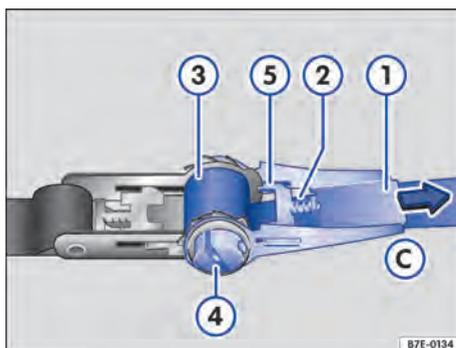

Fig. 127 Apertar o cinto com catraca.
2. Pressionar o cursor → Fig. 127 ② para fora.
3. Mover a alavanca → Fig. 127 ① para a posição ③ até que o cursor ② encaixe na posição final ⑤. O eixo com fenda ④ está no modo de movimento livre.